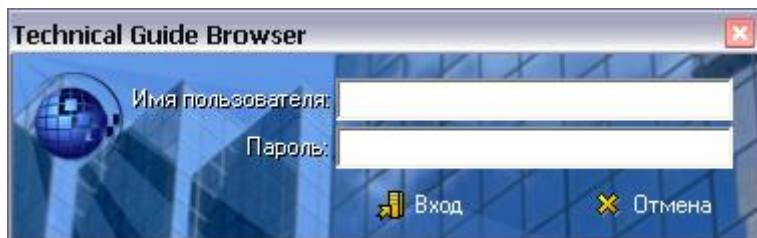

Рис. 205
1. В папке с защищенной публикацией запустите файл TGBrowser.exe. После этого откроется окно входа в TG Browser (Рис. 205).